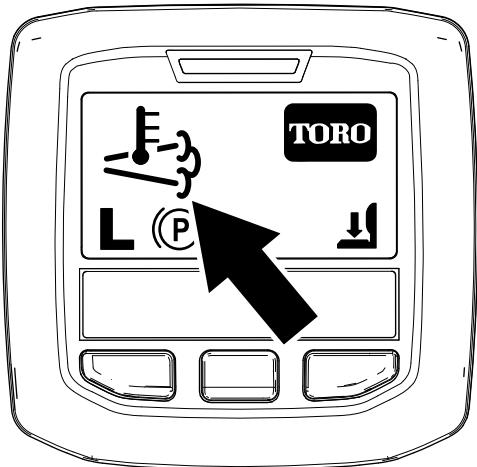

Figura 44
- El ícono de temperatura alta de los gases de escape  aparece en el InfoCenter (Figura 44).